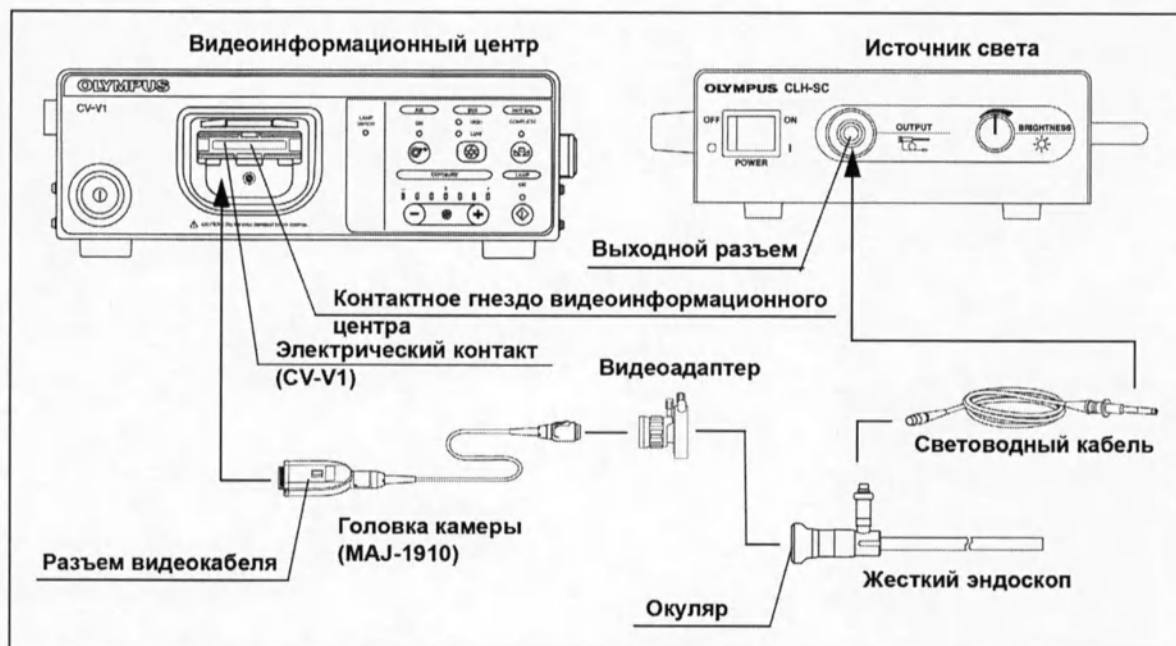

Рисунок 6.5
- 4** Подключите световод к источнику света (см. Рис. 6.5), как описано в руководстве по эксплуатации источника света.
- (1) Придерживайте видеоинформационный центр рукой, чтобы он не двигался.
- (2) Вставьте разъем видеокабеля головки камеры в контактное гнездо видеоинформационного центра до щелчка.
- 7** Подключите видеоадаптер и головку камеры к окуляру жесткого эндоскопа (см. Рис. 6.5), как описано в руководствах по эксплуатации видеоадаптера и головки камеры.